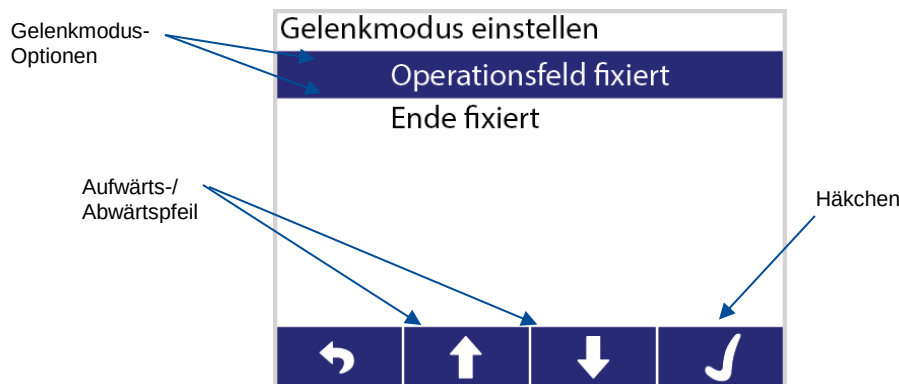

Abbildung 27: Auswählen des Gelenkmodus
3. Durch Drücken der Pfeil-Bildschirmtasten den FSS-Modus oder den FE-Modus hervorheben und die Häkchen-Bildschirmtaste drücken, um den gewünschten Gelenkmodus zu wählen (Abbildung 27).